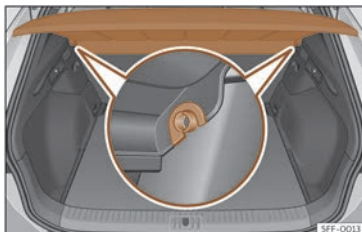

Fig. 114 Dans le coffre à bagages : dépose et repose de la plage arrière.
- Dégagez la plage arrière des supports latéraux »» **fig. 114** en la tirant vers le haut puis en la détachant.
- Introduisez la plage arrière horizontalement en faisant coïncider la « forme en U » sur l'axe des supports »» **fig. 114**, et appuyez vers le bas jusqu'à ce qu'elle s'encastre.